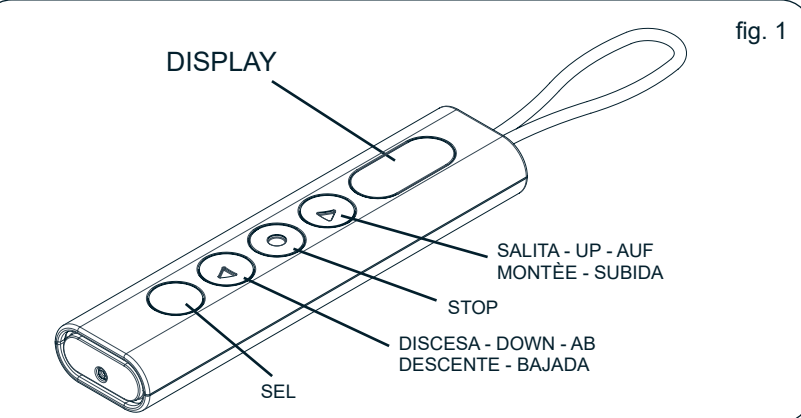

fig. 2
2.0 Batterien - Der Handsender funktionieren mit zwei 1,5 V Alkalibatterien (AAA) Format LR03 (fig. 2). Während der Sendung des Signals leuchtet das LED. Sich entleerende Batterien werden durch das blinken des LED's signalisiert. Die Batterien müssen mit Batterien des gleichwertigen Typs ersetzt werden.
2.0 Batteries - L'émetteur fonctionne avec deux piles alcaline de 1,5 V type LR03 (AAA) (fig. 2). Pendant la transmission, la led reste allumée si les piles sont chargées ou clignote plus ou moins intensément lorsque les piles se déchargent. Le remplacement des piles s'effectue seulement avec des piles similaires à celles indiquées.
2.0 Alimentación - El emisor funciona con dos pilas alcalinas de 1,5 V tipo LR03 (AAA) (fig. 2). Si durante la transmisión el led permanece fijo, las pilas están cargadas, si parpadea se están agotando. Para la sustitución de las mismas usar solamente pilas análogas a las indicadas.
2.0 Alimentazione - Il telecomando funziona con due pile alcaline da 1,5 V formato LR03 (AAA) (fig. 2). Durante la trasmissione il display si accende fisso se le pile sono cariche, lampeggia quando si stanno scaricando. Per la sostituzione usare solo pile analoghe a quelle indicate.
2.0 Batteries - The remote control works with two 1.5 V Alkali batteries (AAA)format LR03 (fig. 2). During operation the display will light up. If batteries are low, the display flashes. Replace the batteries only with type specified above.
2.0 Batterien - Der Handsender funktioniert mit zwei 1,5 V Alkalibatterien (AAA) Format LR03 (fig. 2). Während der Sendung des Signals leuchtet das Display. Sich entleerende Batterien werden durch das blinken des Displays signalisiert. Die Batterien müssen mit Batterien des gleichwertigen Typs ersetzt werden.
2.0 Batteries - L'émetteur fonctionne avec deux piles alcaline de 1,5 V type LR03 (AAA) (fig. 2). Pendant la transmission, la display reste allumée si les piles sont chargées ou clignote plus ou moins intensément lorsque les piles se déchargent. Le remplacement des piles s'effectue seulement avec des piles similaires à celles indiquées.